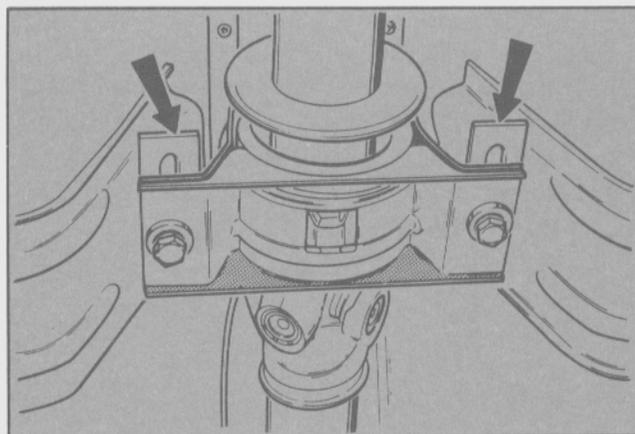

Fig. 65 - Colocación del soporte central y las arandelas.
- Colocar el soporte central, sin apretarlo, al piso, con los dos tornillos y las arandelas espaciadoras según fueron retiradas (Fig. 65).